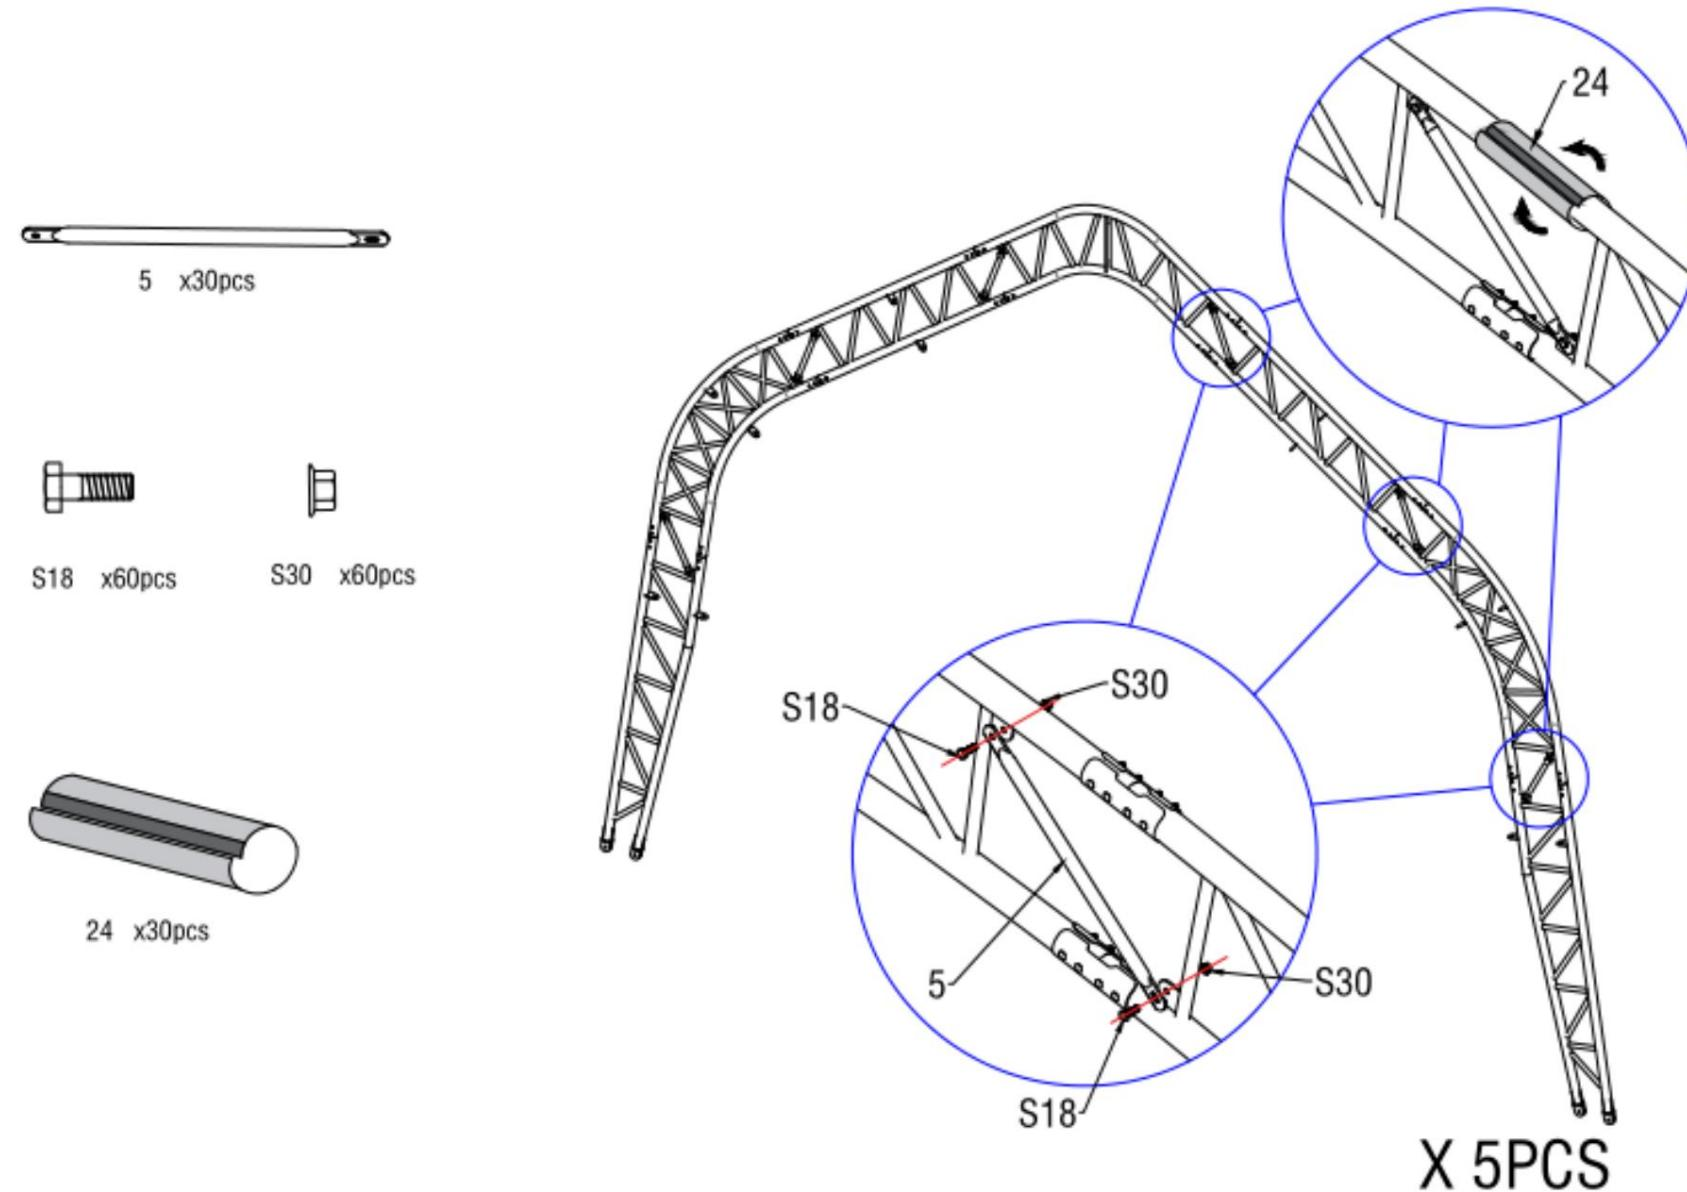

Figure 5
3. Comme le montre la figure 5, utilisez la sangle de support entre l'arche (n° 5) pour connecter le tube de toit supérieur (n° 1) avec un boulon hexagonal 10*30 mm (n° 18). Placez ensuite la protection en PVC sur l'extérieur de la jonction de l'arche afin de protéger la couverture du toit des rayures causées par le joint extérieur. Assemblez le reste de l'autre groupe d'arcs à double ferme comme ceci.